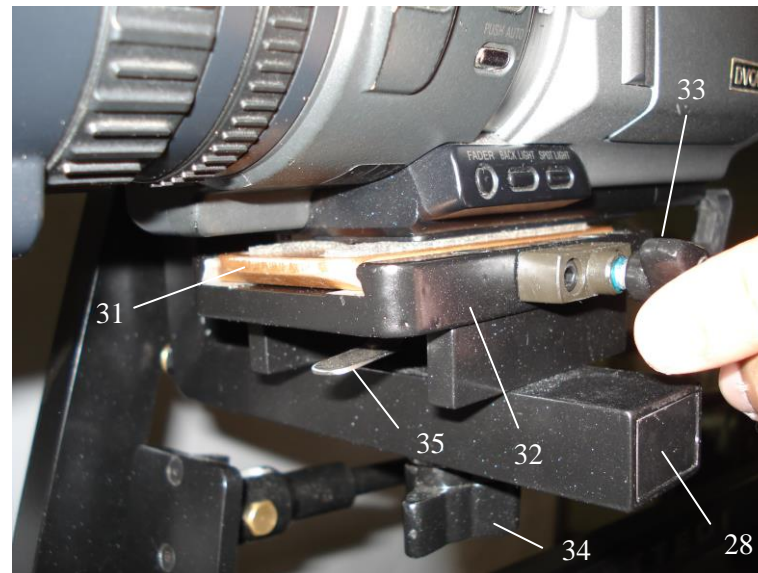

Figura 14: Instalação da câmera e placa de engate rápido na mesa.
- Apertar a borboleta de ajuste frontal, até que se tenha uma posição firme que garanta a fixação da câmera nesta direção, conforme a figura 14.
- Afrouxar a borboleta de ajuste frontal (33), figura 14.
- Afrouxar a borboleta de ajuste lateral (34) sob o suporte da mesa (28), figura 14.
- Deslocar lateralmente a mesa universal (32) em relação ao suporte da mesa até a posição desejada.